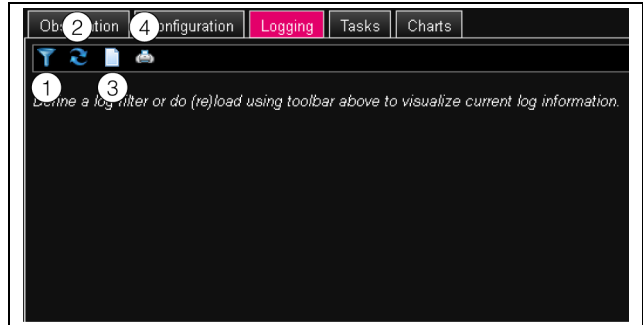

Imagen 46: Pestaña Logging
- Haga clic sobre el primer símbolo de la izquierda (imagen 46, pos. 1).
- Haga clic sobre el segundo símbolo de la izquierda (imagen 46, pos. 2).
- Haga clic sobre el cuarto símbolo de la izquierda (imagen 46, pos. 4).
- Haga clic sobre el tercer símbolo de la izquierda (imagen 46, pos. 3).